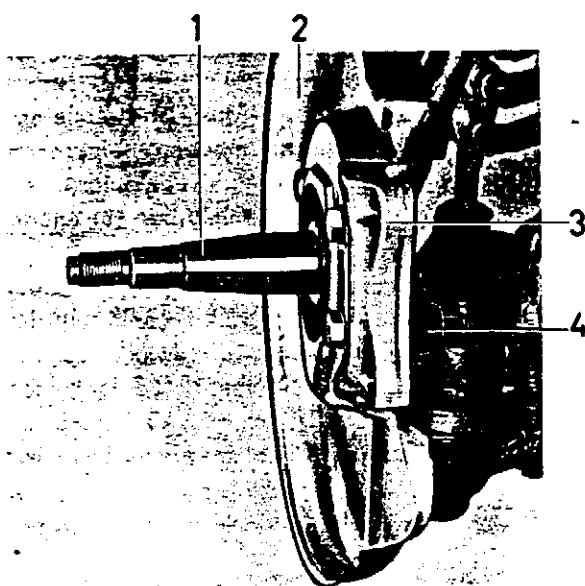

Abb. 24 Teile der Vorderachse und Radaufhängung
2. Lenkhebel mit dem Spurstangenhebel zusammensetzen. Bremsträger und Schutzblech am Achsschenkel festschrauben, vgl. Abb. 24.